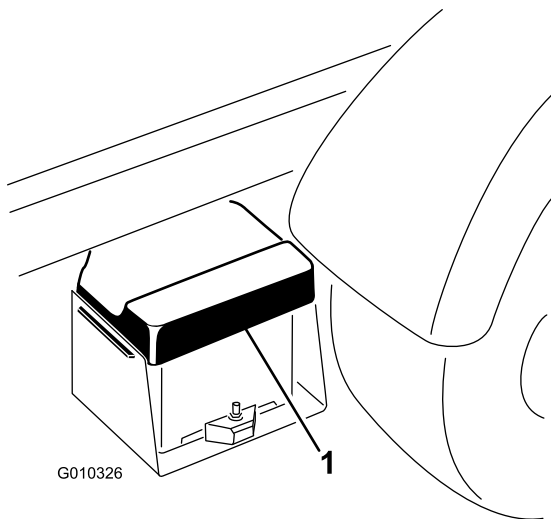

Figura 45
1. Apriete la tapa de la batería para liberar las pestañas de la base de la batería. Retire la tapa de la batería de la base (Figura 45).